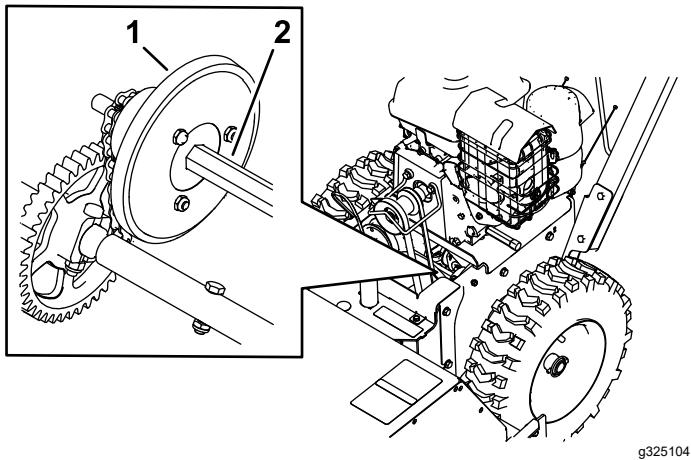

Figura 24
4. Intingete un pennello a punta fine lungo e pulito nell'olio motore per automobili e lubrificate leggermente l'albero esagonale (Figura 24).
Importante: Evitate che la ruota in gomma o la piastra di alluminio della frizione vengano a contatto con l'olio, dal momento che la trazione potrebbe slittare (Figura 24).